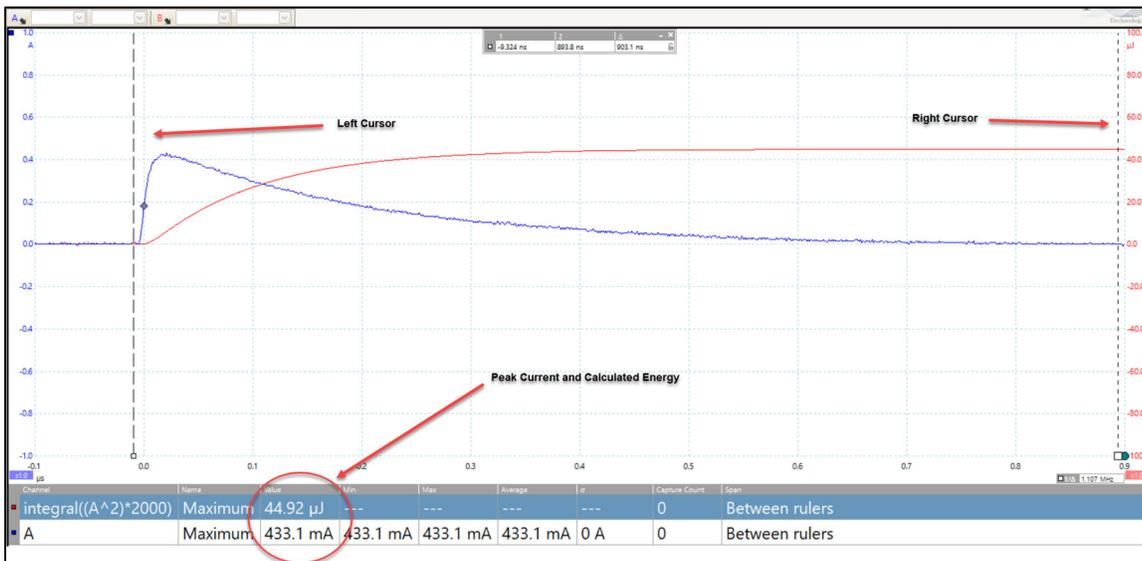

图 8. PicoScope 软件测量能量的页面屏幕截图。
15. 用计算机鼠标将左示波器光标（left Cursor）（垂直的虚线）拖到放电波形开始的左侧，将右光标（right cursor）拖到波形衰减为零的点。计算出的能量应为  $50 \pm 6$   $\mu\text{J}$ （微焦耳），峰值电流（peak current）应大于 420 mA（毫安 0.42 安培）。蓝色线表示放电波形，红线是计算出的能量曲线，以微焦耳为单位(图 8)。